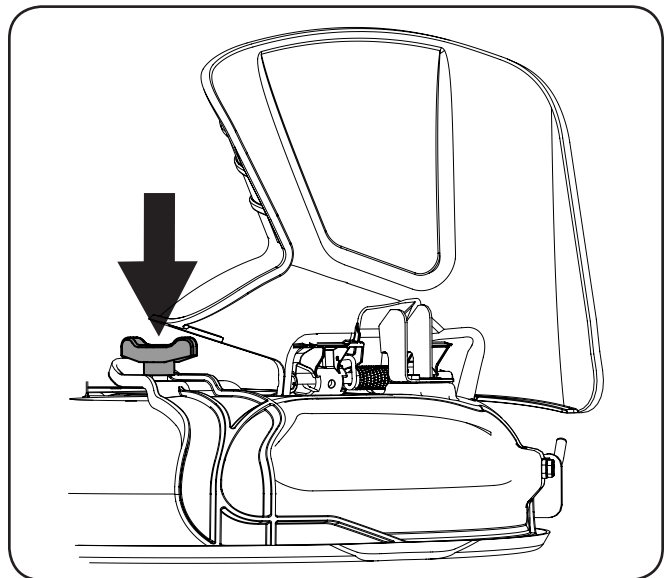

Figura 1-6
3. Asegure el tapón para abono en su lugar con la perilla de aletas. Consulte la Figura 1-6.